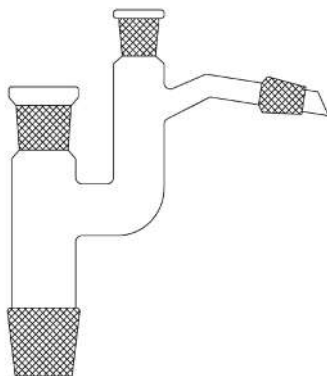

Рис. 58. Насадка Кляйзена
2. **Насадка Кляйзена (Клайзена)** (рис. 58) - элемент конструкции для дистилляционной перегонки жидкостей (в том числе под вакуумом) и синтеза химических веществ. Нижний притёртый шлиф насадки (шлиф-кern) входит в шлиф-муфту колбы-источника. Kern отвода со шлифом входит в муфту холодильника. Муфта насадки, ближайшая к kernу отвода, используется для установки термометра. Другая муфта — для установки капельной воронки, загрузки в колбу-источник жидких реагентов, а также для загрузки сыпучих реагентов при синтезе и дистилляционной перегонке веществ.